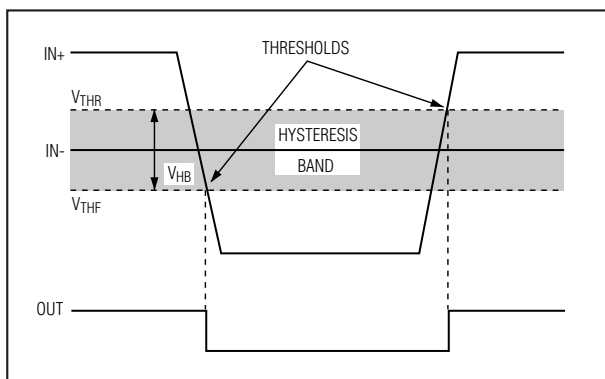

図2. スレッシュホールドのヒステリシスバンド
**Note 3:** The hysteresis-related trip points are defined as the edges of the hysteresis band, measured with respect to the center of the band (i.e.,  $V_{OS}$ ) (Figure 2).
コンパレータのヒステリシスにより、2つのトリップポイントが設定されます。1つは立上がり時の入力電圧のため( $V_{THR}$ )、もう1つは立下がり時の入力電圧のため( $V_{THF}$ )です(図2)。両トリップポイントの間の差がヒステリシス( $V_{HB}$ )です。コンパレータの入力電圧同士が等しい時、ヒステリシスにより、コンパレータの片方の
入力が素早く他方をよぎり、発振の起きる領域から入力を引き離します。IN-に固定電圧が印加され、IN+が変化する例を図2に示します。入力同士が逆になってもこの図は同じで、単に出力が反転するだけです。